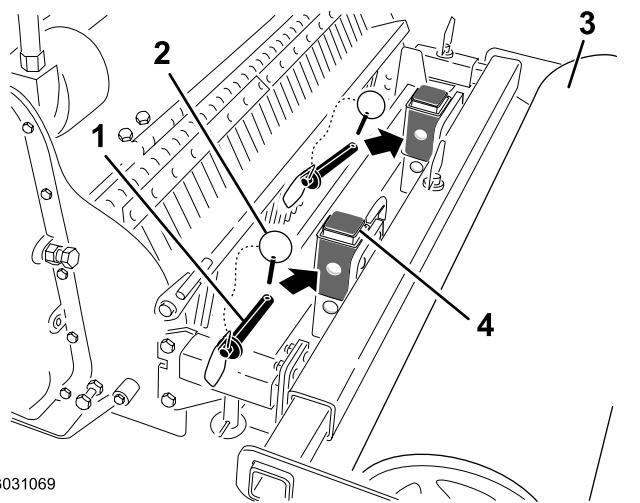

Figura 7
2. Retire los pasadores de las barras de montaje de la grada (Figura 7).